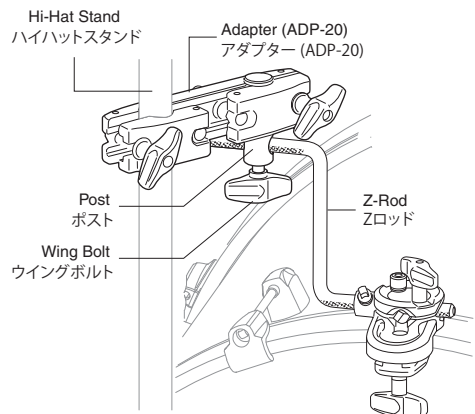

Fig. 3 / 図3
3. Attach the Post to the other end of the Z-Rod as shown (Fig. 3) and tighten the Wing Bolt.
Z ロッドのもう一方に図 3 のようにポストを差し込み、ポストのウイングボルトを締めて軽く固定します。
4. Clamp one end of the Adaptor (ADP-20) to the Post as shown. Clamp the other end of the Adaptor to the Hi-Hat stand as shown (Fig.3).
アダプター片側のクランプ部にポストをはさみ、位置を調節して軽く固定します。つぎに、もう一方のクランプ部でハイハットスタンドのパイプに軽く固定します (図 3)。